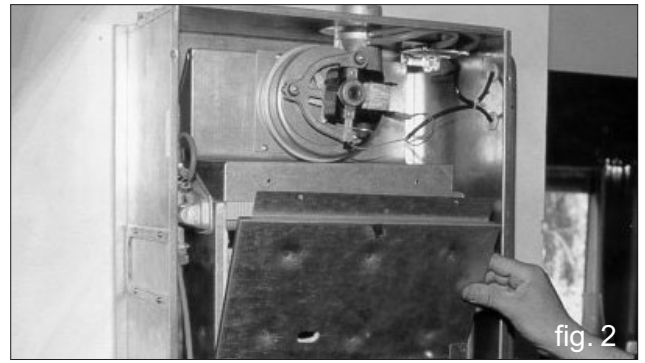

fig. 2
- Svitare le quattro viti poste nella parete anteriore della camera stagna di combustione; ruotare in avanti la parte superiore della parete, quindi sfilarla verso l'alto per toglierla (fig. 2).